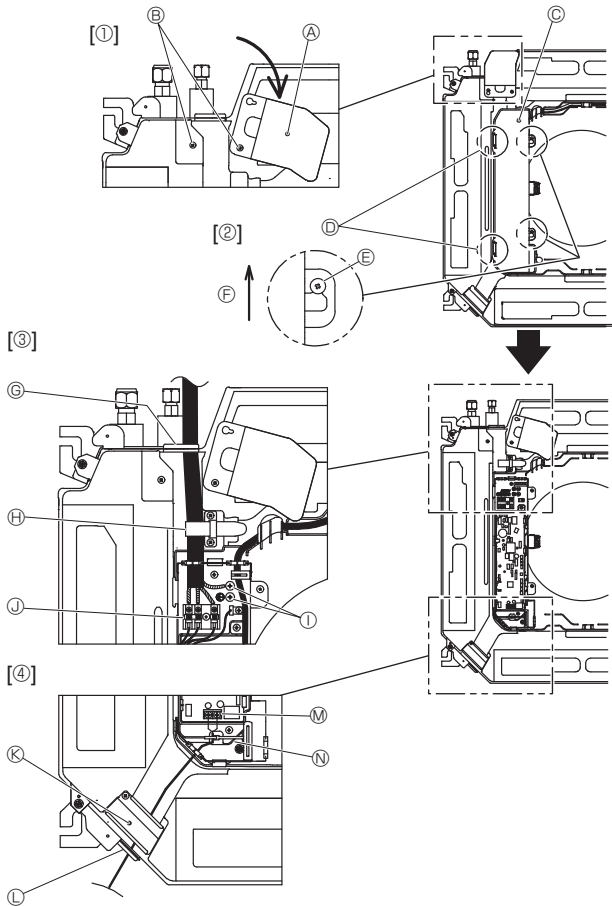
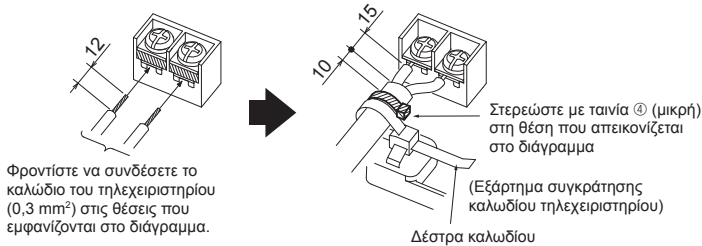

Fig. 6-1
Fig. 6-3
6.1. Indoor unit (Fig. 6-1)
1. Ξεσφίξτε τις δύο βίδες που ασφαλίζουν το πλαίσιο συντήρησης της ηλεκτρικής καλωδίωσης και, έπειτα, στρέψτε το πλαίσιο συντήρησης. [Fig. 6-1 ①]
2. Ξεσφίξτε τις δύο βίδες που ασφαλίζουν το κάλυμμα του ηλεκτρικού κουτιού και, έπειτα, σύρετε το κάλυμμα. [Fig. 6-1 ②]
3. Περάστε το καλώδιο τροφοδοσίας, το καλώδιο σύνδεσης εσωτερικής/εξωτερικής μονάδας και το καλώδιο γείωσης μέσω των εισόδων καλωδίωσης που αναφέρονται στο διάγραμμα. [Fig. 6-1 ③]
Εάν δεν μπορείτε να χρησιμοποιήσετε στρογγυλούς πρεσαριστούς ακροδέκτες, ακολουθήστε τη διαδικασία στην Fig. 6-3~6-6.
4. Περάστε και συνδέστε το καλώδιο τηλεχειριστήριου μέσω των αντίστοιχων εισόδων που δίνονται στο διάγραμμα. [Fig. 6-1 ④, Fig. 6-3]